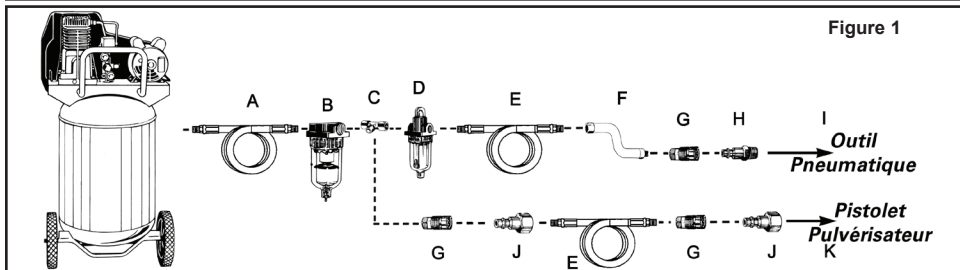

Figure 1
- Branchez l'outil au raccord rapide du tuyau flexible d'air. **REMARQUE :** *Il est recommandé d'utiliser un flexible de raccordement à pivot (non inclus) afin d'empêcher le tuyau flexible de s'en tortiller ou de se plier et de prévenir son usage excessif (voir l'élément F de la Figure 1 pour les connexions recommandées).*
Pour conserver le rendement optimal du moteur pneumatique, il faut le lubrifier à chaque utilisation. Des résidus de poussière, de saleté et d'huile se logeront à l'intérieur de l'outil et en réduiront le rendement. Un huilier sur canalisation est recommandé pour lubrifier automatiquement l'outil de façon adéquate (voir Figure 1). Si ce dispositif n'est pas disponible, il est possible de lubrifier l'outil manuellement par l'orifice d'admission (voir Figure 4).